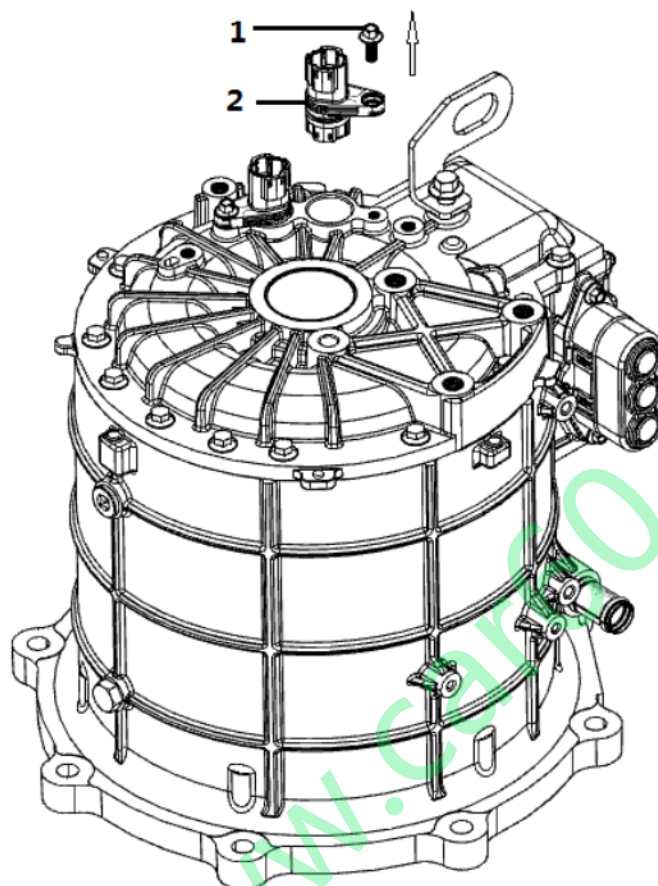

图2
② 用扳手将M6*10六角头螺栓(1)扭下来。
④ 将旋变接插件(2)取出来,斜口钳将旋变接插件中间部分取下。
③ 取新的旋变接插件连上旋变引线端插件,在旋变接插件装配面涂上一层润滑油,箱体配合孔也涂上一层润滑油。再将旋变接插件插入后箱体配合孔内。最后将M6*10六角头螺栓(1)扭上,扭力为12 N·m。见图2。